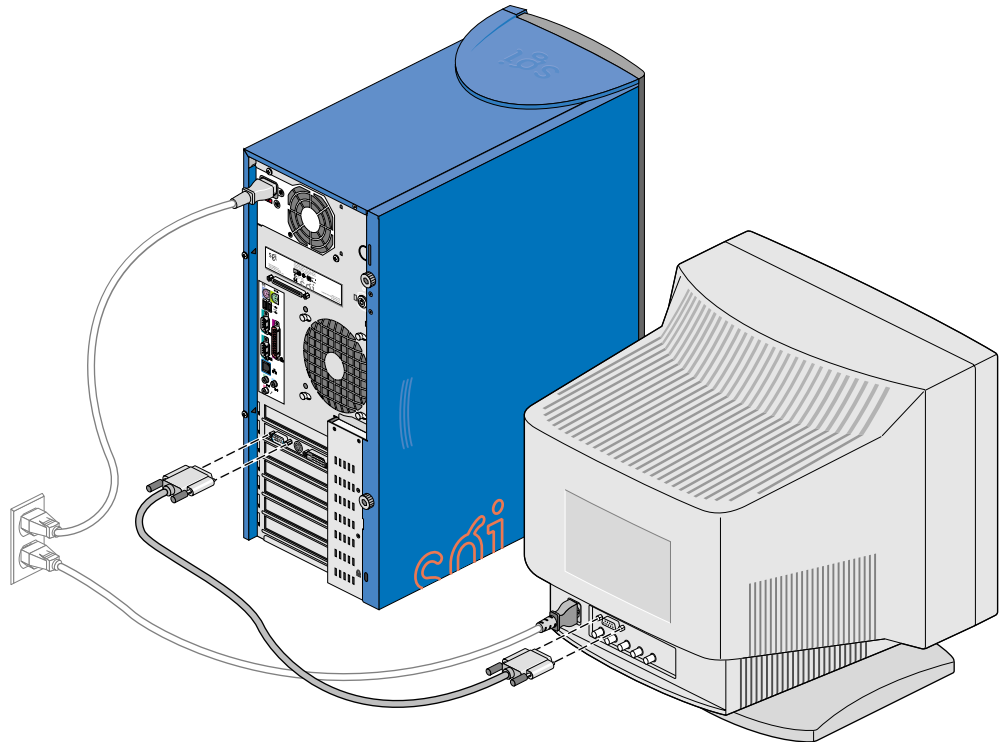

Abbildung 1-8 Anschließen des DB15-HD-Grafikkabels
4. Schließen Sie ein DB15-HD-Grafikkabel wie in Abbildung 1-8 gezeigt an das System an.
5. Schließen Sie den Monitor wie in Abbildung 1-8 gezeigt an den Netzstrom an.